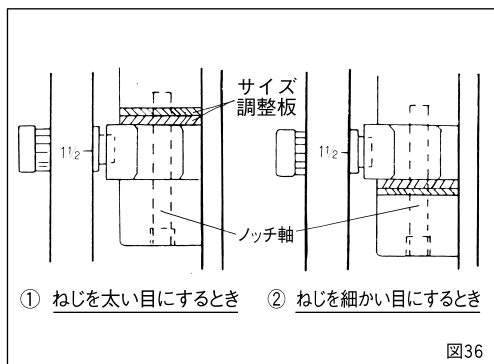

図36
- ① ノッチ軸を(一)ドライバーで緩めます。
- ② 位置決めノッチを押さえながらノッチ軸を外します。
- ③ 位置決めノッチをその下にあるピンとバネが飛び出さないよう、注意しながら外します。
- ④ サイズ調整板を図36-①②のどちらかを選び挿入してください。
- ⑤ バネ及びピンを切上げブロックの所定の穴に入れ、位置決めノッチで押さええます。
- ⑥ ノッチ軸を切上げブロックに通し、位置決めノッチ、サイズ調整板をセットします。
- ⑦ (一)ドライバーでノッチ軸をしっかり締付けてください。